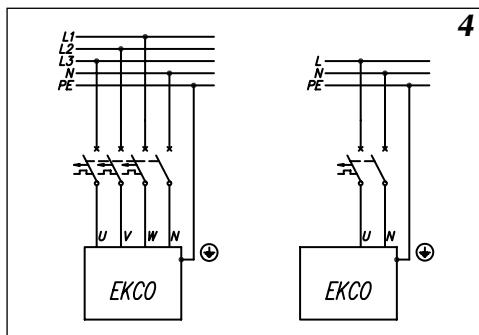

Рис.4 Подключение котлов в электрическую сеть.
- Подключить котел к электросети (рис.4).